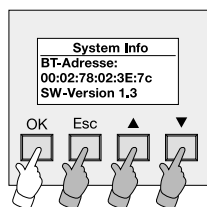

Bild 6:
5. An dieser Stelle sind die Systeminformationen des Gateways sichtbar (vgl. Bild 6).